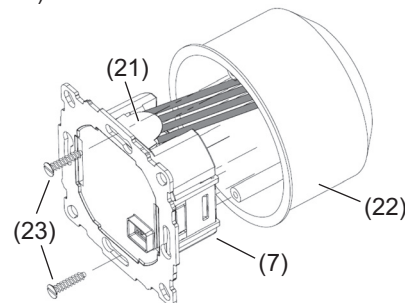

Bild 5: Montage
- Einsatz (7) in Gerätedose (22) ausrichten.
- Einsatz mit Befestigungsschrauben (23) fixieren. Einsatz so montieren, dass die Kunststoffzunge (21) als Isolation zur Befestigungsschraube wirkt (Bild 5).